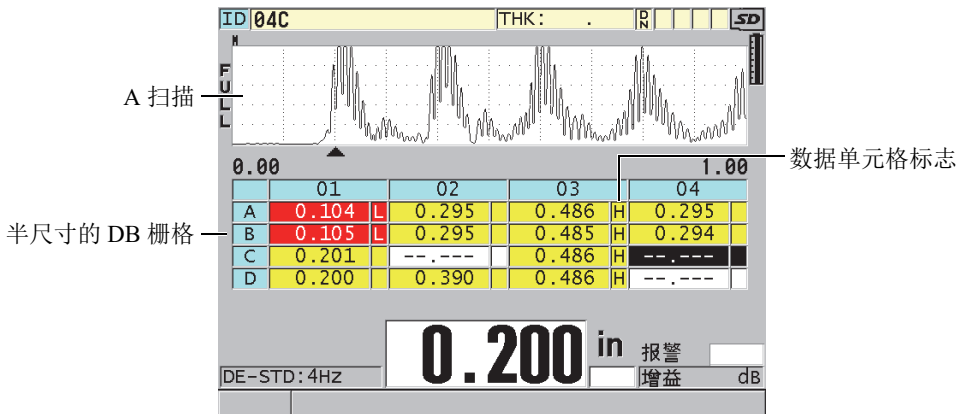

图 10-8 半尺寸 DB 栅格示例
数据库栅格（DB 栅格）表现为一个由二维数据构成的表格。这个表格可使用户在栅格的任意方向上自由移动，而无需按照预置的 ID 码顺序移动。用户使用箭头键，可以更方便地移动到任何一个位置，而不是自动递增到下一个 ID 位置。仪器可同时显示 A 扫描、DB 栅格和厚度读数（参见第 154 页的图 10-8）。用户可配置栅格中的单元格，使用不同的数据单元格标志和背景色表示厚度读数所处的范围。
8. 将**数据单元标志**设为可选项中的一个，以在数据库栅格中的每个数据单元格中显示一个单个数据标志。数据单元格标志是出现在数据单元格中的厚度值右侧的小框中的一个字母（参见第 154 页的图 10-8）。可用的选项有：